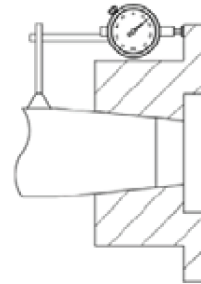

Figura 4 - Ejemplo de posicionamiento de indicador para medición de axial.
- 7.5. Instale el indicador para leer el avance del cubo sobre el eje, tal como Figura 4. Alternativamente, el indicador puede instalarse para hacer contacto con la cara del cubo. Ponga el indicador en "cero".